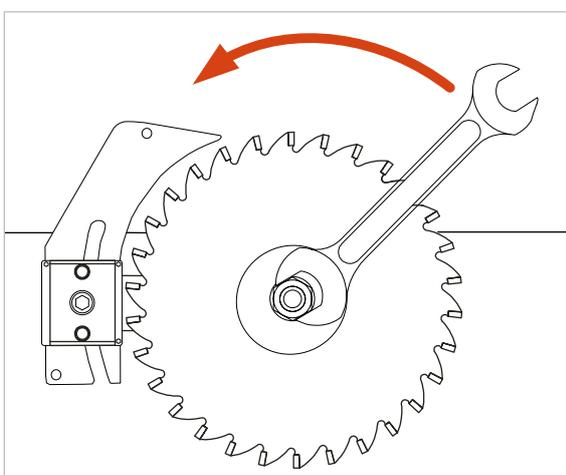

Abbildung 29: Kreissägeblatt montieren
- Setzen Sie nun das neue Kreissägeblatt und danach den Druckflansch (F) auf die Kreissägewelle auf. **Wichtig:** Beachten Sie hierbei die Drehrichtung des Sägeblattes (im Uhrzeigersinn) → Die Zähne müssen von der Maschinen-Vorderseite aus gesehen nach rechts zeigen (siehe ⇒ Abbildung 29).
- Danach Schrauben Sie die Spannmutter (M) durch Drehen gegen den Uhrzeigersinn auf (siehe Pfeilrichtung in ⇒ Abbildung 29) und ziehen das Kreissägeblatt mit dem SW 36 mm Maulschlüssel gut fest.
- Wichtig!** Ziehen Sie anschließend die Verdrehsicherung (V) wieder aus der Tischöffnung heraus.